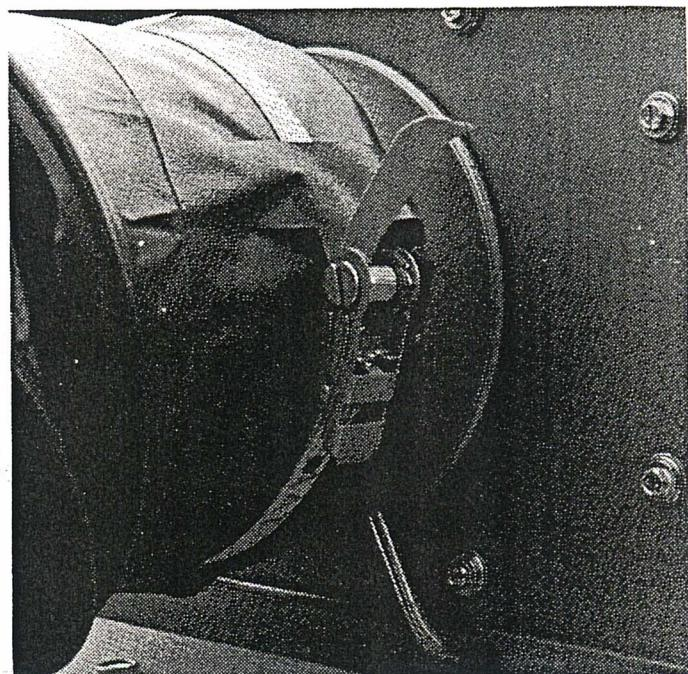

Bild 10: Kaltluftschlauch mit Spannratsche am Ausblasrohr (19) der Wechselplatte
Befestigen Sie den 3 bzw. 4 m langen flexiblen Kaltluftschlauch am Ausblasstutzen (19) des Gerätes (siehe Bild 10), und schließen Sie den Schlauch am Einblasrohr des Kanalsystems Ihres Lagers bzw. Silos an.